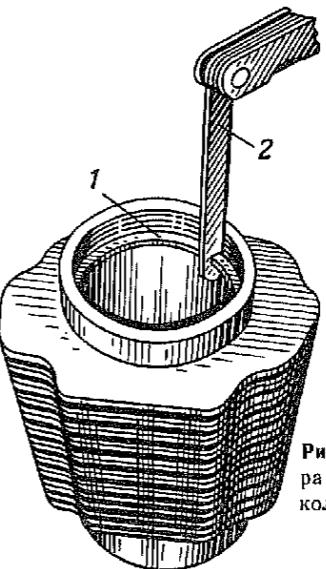

Рис. 12. Замер теплового зазора в стыке замка поршневого кольца, установленного в цилиндр:
2.8.1. Установить поршневые кольца в цилиндр на глубину 8—10 мм и проверить тепловой зазор (рис. 12), который должен соответствовать нормативным зазорам, указанным в табл. 5 (штангенциркуль ЩЦ-Г-125-0,1, набор щупов № 2).